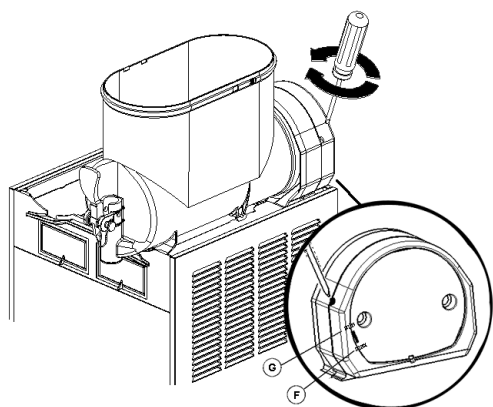

figura 5
- 3 Mettere l'interruttore generale in posizione I. Selezionare, per ogni contenitore, tramite i tasti (C) e (D) la modalità di funzionamento desiderata:
- Tasto (C) se si desidera raffreddare il prodotto senza ghiacciarlo
- Tasto (D) se si desidera ottenere granita.
- 1 **Regolazione della densità:** la densità ottimale della granita è stata regolata in fabbrica. Volendo variare tale densità girare con un cacciavite l'apposita vite di regolazione alloggiata in ciascuna delle pareti posteriori del distributore (vedere figura 5):